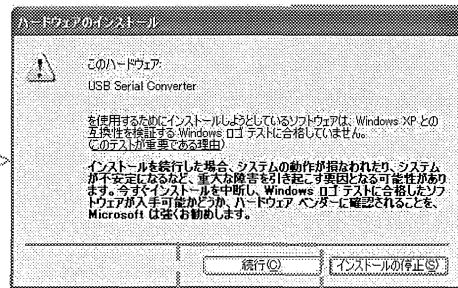

図 A.5 警告を確認
- ⑤ Windowsロゴテストに合格していないという警告が現れるが、ここで図A.5に示すように、「続行」を押す。